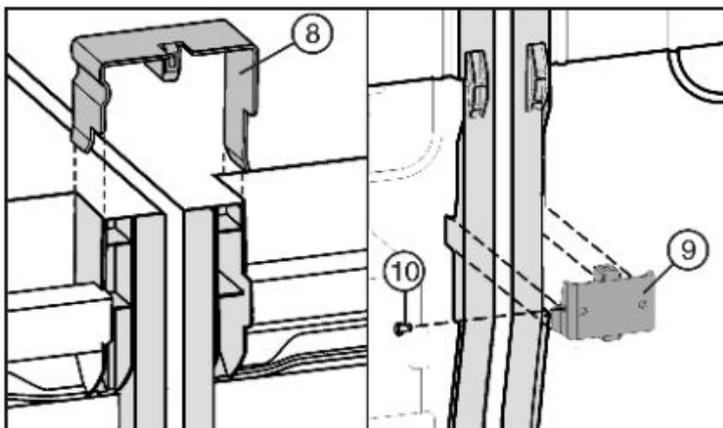

図7
- ・接合クランプ 図7(8)を側面中央の最上部に差し込みます。
- ・接合アングル図7(9)を背面下部に差し込みます。接合アングルが緩すぎる場合は、ネジ図7(10)で固定します。